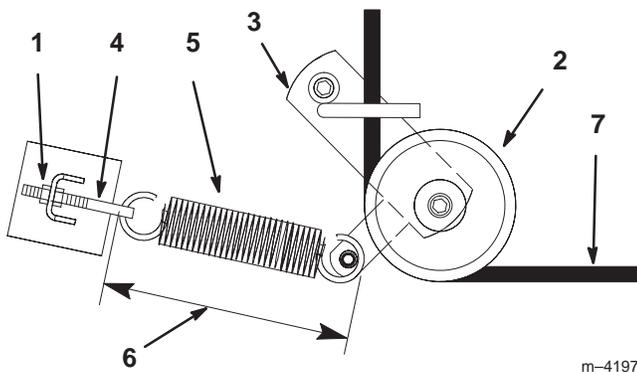
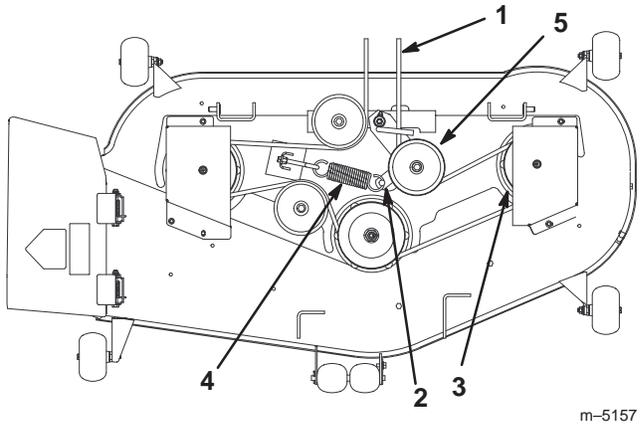

Figure 43
Figure 44
4. Desserrez suffisamment l'écrou extérieur sur le boulon à œil du ressort (Fig. 43) pour pouvoir déposer la courroie.
5. Déposez la courroie. Commencez à la poulie extérieure et tournez la courroie pour la déposer (Fig. 44).
6. Faites passer la courroie neuve dans le bras de tension (Fig. 43) et sur les autres poulies (Fig. 44).
7. Serrez l'écrou extérieur sur le boulon à œil du ressort (Fig. 43).
Remarque : Vérifiez la longueur du ressort. Il doit mesurer 238-mm ± 3 mm (9-3/8 po + 1/8 po) lorsqu'il est installé à la hauteur de coupe de 38 mm (1,5 po). Procédez à un réglage si la longueur n'est pas correcte (Fig. 43).